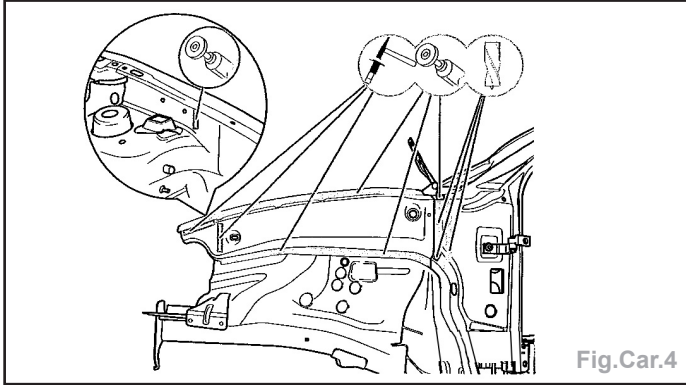

Fig.Car.4
- Fraiser et meuler les points de soudures électrique (Fig.Car.4).